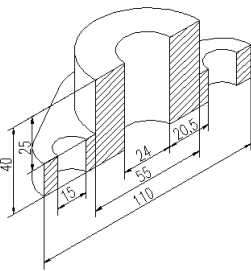

图 11-155 倾斜结果
- 05** 选择【标注】菜单栏中的【编辑标注】命令, 将刚标注的对齐尺寸倾斜 30°, 结果如图 11-155 所示。